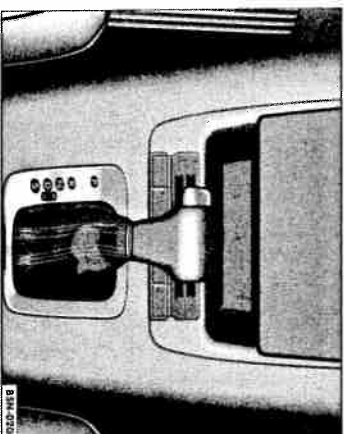

Fig. 4 Imagine din consola centrală: Selectorul de viteze al cuției automate.
- Apăsați pedala de frână și simultan apăsați tasta din partea stângă a manetei selectorului ⇒ fig. 4.